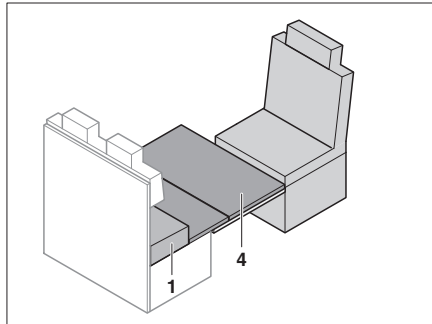

Fig. 185 Placer le support pour lit de secours
- Placer le support pour lit de secours (Fig. 185,4) sur la table. Ce faisant, placer le bord avant du support pour lit de secours directement contre le siège conducteur.